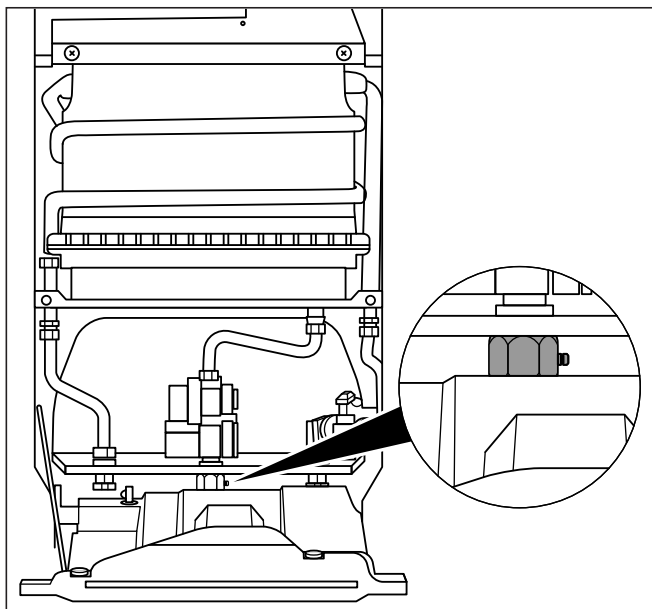

Fig. 6.1 Bocchettone di misurazione per la pressione di allacciamento gas modello 11-4/0 e 14-4/0
- Svitare la vite di tenuta del bocchettone per la misurazione della pressione di allacciamento (vedi fig. 6.1 Bocchettone di misurazione pressione di allacciamento gas).